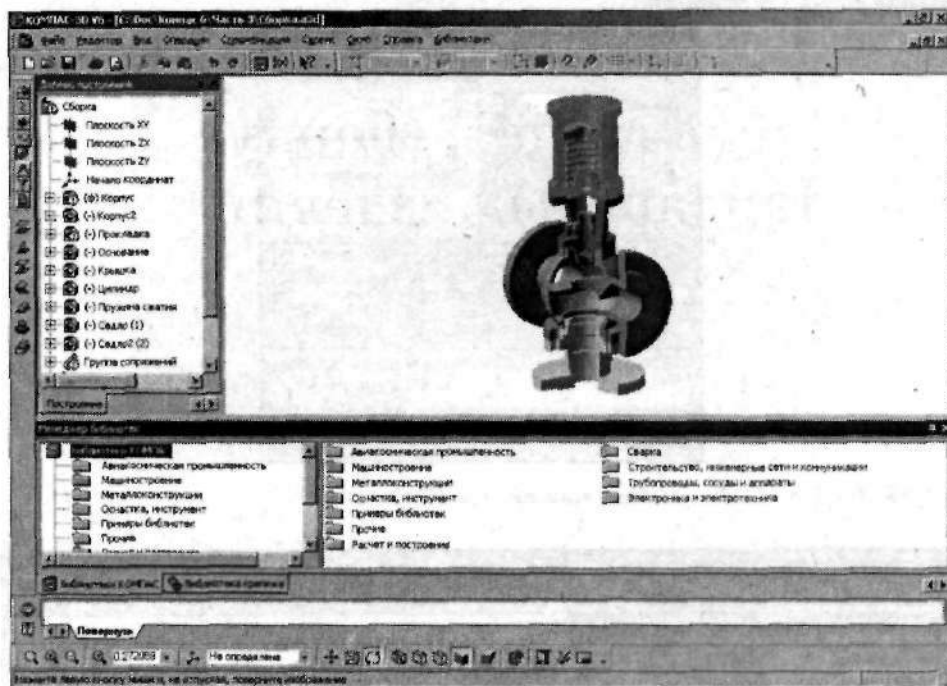

Рис. 3.53. Окно Менеджера библиотек
1. Вызовите **Менеджер библиотек** щелчком левой клавишей мыши по одноименной кнопке . В нижней части экрана появится окно **Менеджера библиотек** (рис. 3.53).